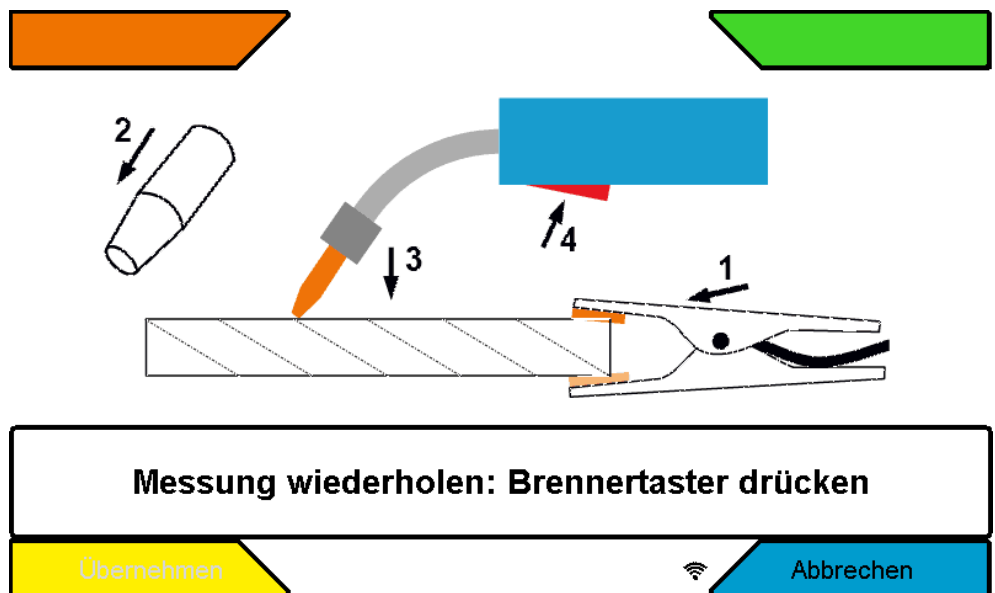

Abbildung 35: Untermenü Setup / System / Schweißkreisabgleich
- ❑ Anschließend wird auf der Bedienung die Grafik zum Schweißkreisabgleich angezeigt (Abbildung 35)